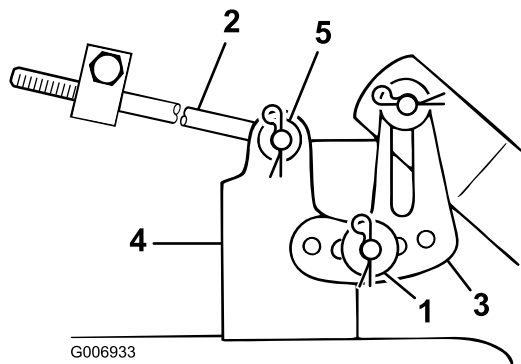

Bild 44
11. Schieben Sie das Ende der langen Stange durch das Loch in der Mähwerkbefestigung (Bild 44).
12. Bringen Sie die dünne Scheibe und den Splint an, um die Stange zu befestigen (Bild 44).
13. Montieren Sie die geschlitzte Mähwerkknivellierhalterung am Stift an der Mähwerkhalterung (Bild 44).
14. Bringen Sie die dicke Scheibe und den Splint an, um das Mähwerk zu befestigen (Bild 44).